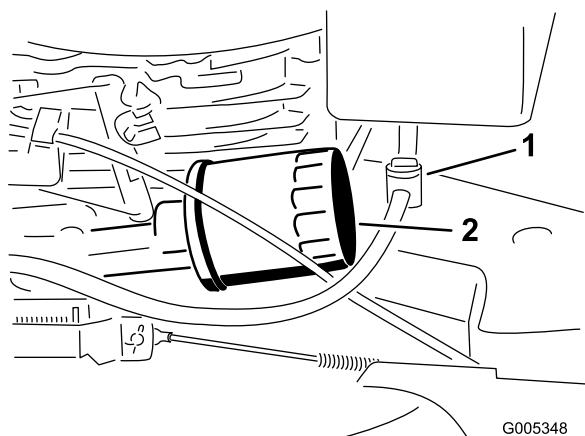

Figure 25
7. Déposez le filtre à huile (Figure 25).
3. Fermez le robinet d'arrivée de carburant (Figure 25).